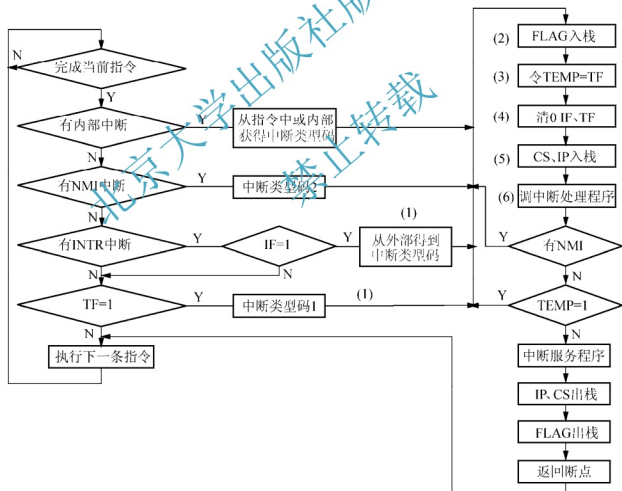

图 6.17 8086/8088 CPU 中断处理的基本过程
图 6.17 所示为 8086/8088 CPU 中断处理的基本过程。CPU 在每条指令的最后一个机器周期的最后一个 T 状态, 均按顺序采样中断请求信号。首先采样的是中断优先级最高的内部中断, 其次采样 NMI、INTR 和 TF。对这几种中断的处理过程基本类似, 所不同的是获取中断类型码的方法不同。对于软中断和非屏蔽中断, 其中断类型码由系统设定。对于可屏蔽中断, 其中断类型码由发出 INTR 请求的 8259A 提供。
- (1) 执行两个中断响应总线周期, 取得中断类型码。当 CPU 响应 $\overline{\text{INTA}}$ 引脚上的中断请求后, 在两个总线周期的 $T_2 \sim T_4$ 状态分别输出两个 $\overline{\text{INTA}}$ 负脉冲, 在第二个总线周期的 $T_2 \sim T_4$ 状态内, CPU 在低 8 位数据总线上获得 8259A 送来的中断类型码。
- (2) 执行一个总线写周期将标志寄存器 FLAG 的值入栈。
- (3) 保存 TF, 将 TF 送入 TEMP。
- (4) 设置 $\text{IF}=0$, $\text{TF}=0$, 即关中断和禁止单步中断。
- (5) 执行两个总线写周期, 将断点处的段地址 CS 和偏移地址 IP 的内容入栈保护。
- (6) 执行两个总线读周期, 将中断向量前两个字节, 即中断处理程序偏移地址和后两个字节段地址的内容分别送入 IP 和 CS 寄存器, 调用中断处理程序。
在图 6.17 所示的流程中, (1)~(6)是 CPU 的内部处理, 由硬件自动完成。对于非屏蔽中断和软件中断不需要第(1)步, 只需从第(2)步开始。